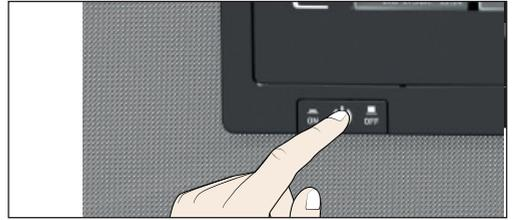

Fig. 17 Apagar el equipo
3. Apagar el equipo con el interruptor principal (Fig. 17).